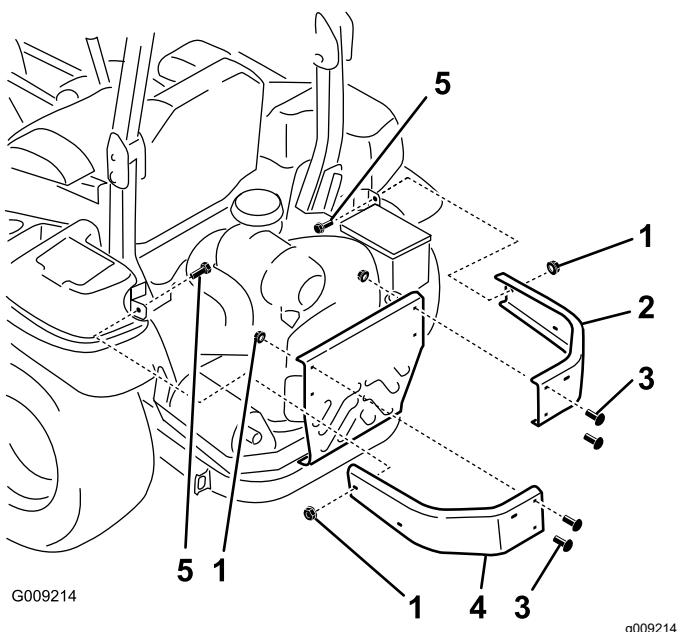

Figura 5
1. Retire los pernos y las tuercas que fijan los parachoques laterales a la máquina (Figura 5).
2. Instale los parachoques derecho e izquierdo nuevos con 2 pernos de cuello cuadrado ($\frac{3}{8}$ " x $1\frac{1}{4}$ "), los 4 pernos de cuello cuadrado que retiró anteriormente y 6 tuercas con arandela prensada ($\frac{3}{8}"), según se muestra en Figura 5.$